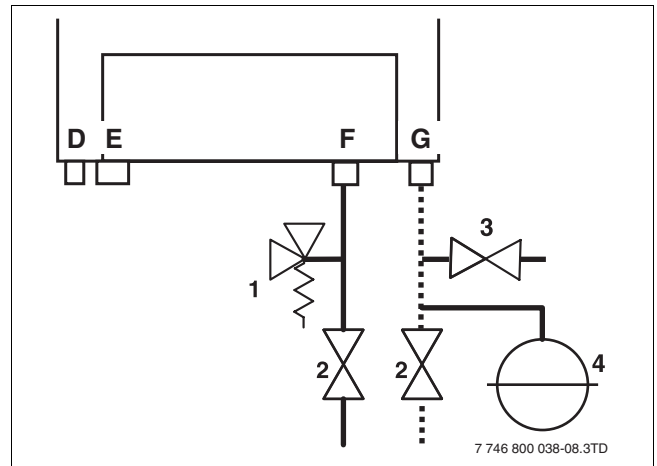
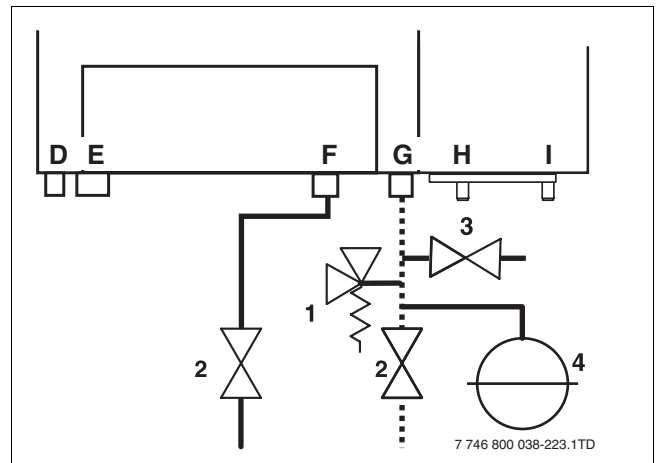

Fig. 19 Aansluiten cv-leidingen aanvoer en retour bij een single-toestel
Fig. 20 Aansluiten cv-leidingen aanvoer en retour bij een combi-toestel
- Sluit de aanvoerleiding (→ fig. 19/ 20, **pos. F**) spanningsvrij aan met een Ø 28 mm knelkoppeling.
- Monteer in de retourleiding de vul- en aftapkraan (→ fig. 19/ 20, **pos. 3**). Zorg ervoor, dat de vul- en aftapkraan tussen het cv-toestel en de serviceafsluiter wordt gemonteerd. Daardoor kan het cv-toestel bij gesloten afsluiters eenvoudig worden afgetapt.
- Monteer bij een single-toestel een overstort van 3 bar (→ fig. 19, **pos. 1**) in de aanvoerleiding. Monteer bij een combi-toestel een overstort van 3 bar (→ fig. 20, **pos. 1**) in de retourleiding.
- Sluit de retourleiding (→ fig. 19/ 20, **pos. G**) spanningsvrij aan met een Ø 28 mm knelkoppeling.
- Monteer in de retourleiding het expansievat. Zorg ervoor, dat het expansievat tussen het cv-toestel en de serviceafsluiter wordt gemonteerd. Daardoor staat het cv-toestel ook bij gesloten serviceafsluiters in verbinding met het expansievat (→ fig. 19/ 20, **pos. 4**). Indien een open verdeler is toegepast: sluit het expansievat aan de secundaire zijde van de open verdeler aan in de retourleiding.
- Monteer, in verband met reparatiewerkzaamheden aan het cv-toestel, in de aanvoer- en retourleiding een serviceafsluiter (→ fig. 19/ 20, **pos. 2**).